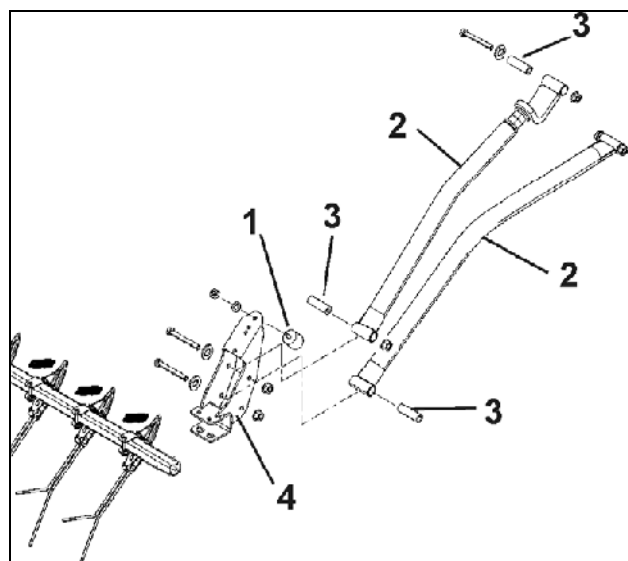
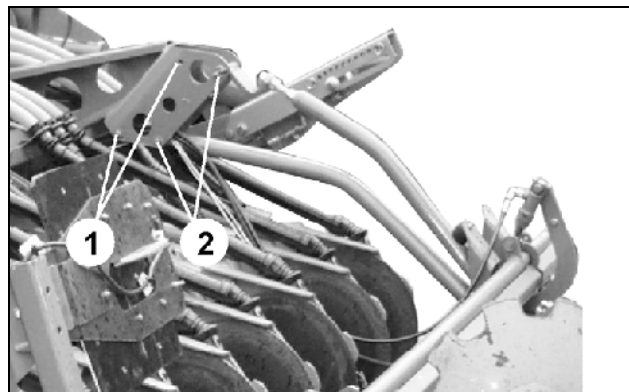

Fig. 36
Fig. 37
- Skru på svingmetallbuffer (Fig. 36/1).
- Skru fast holdestengene (Fig. 36/2) med lagerhylsene (Fig. 36/3) på holderne (Fig. 37/1, 2) og innfatningene (Fig. 36/4) til langfingerharven.
- Bruk festepunktene (Fig. 37/1) ved anvendelse av WS eller ROTEC-labber.
- Bruk festepunktene (Fig. 37/2) ved anvendelse av ROTEC+-labber.